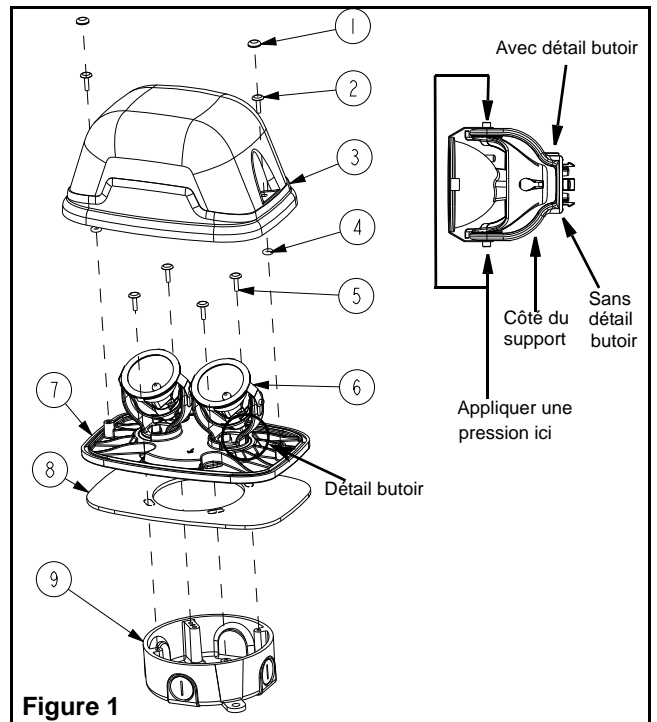

Figure 1
3. Installer le joint d'étanchéité (8) au pavillon.
4. Orienter et insérer les supports de lampe en portant attention à l'orientation du détail butoir selon la figure 1.
Note: manipuler les assemblages en appliquant une pression sur chaque côté du support selon la figure 1.
**IMPORTANT:** Pour les cas où la boîte de jonction est montée en surface, la boîte de jonction doit être **ronde** et classée Nema 4X afin que l'assemblage soit classé Nema 4X (voir fig.1). Les bouchons doivent être bien scellés avec un produit de colmatage.
8. Fixer la lentille au pavillon à l'aide des 2 vis fournies (2).